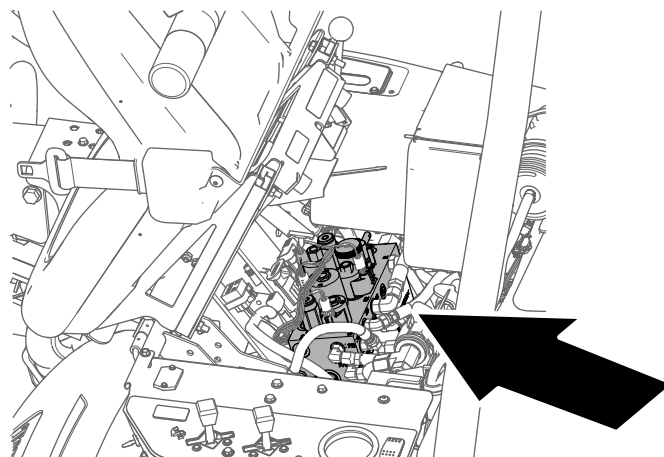

Figure 50
4. Soulevez le siège et bloquez-le en position avec la béquille (Figure 50).